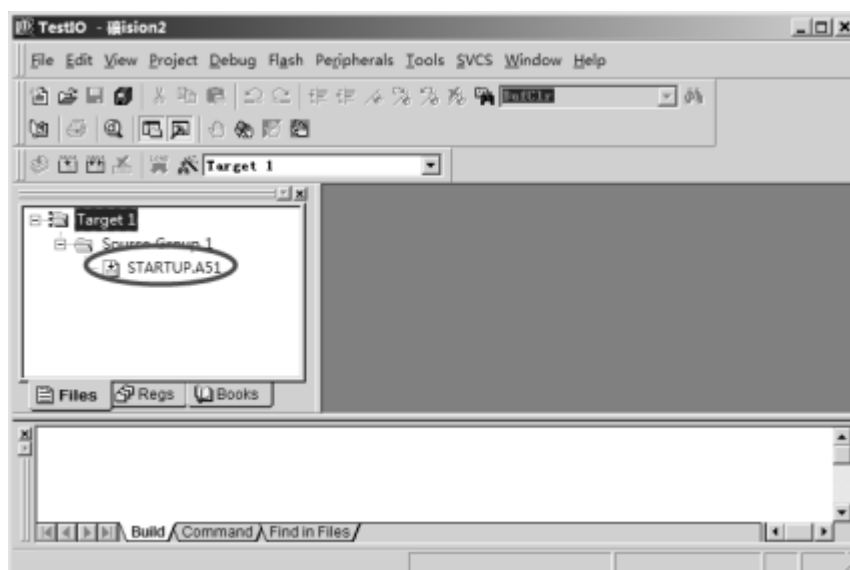

图 4-2-5 创建工程成功
第五步: 点击【是 (Y)】，然后开发环境自动为我们建立好一个包含启动代码项目的空文件，该启动代码为“STARTUP.A51”，如图 4-2-5。